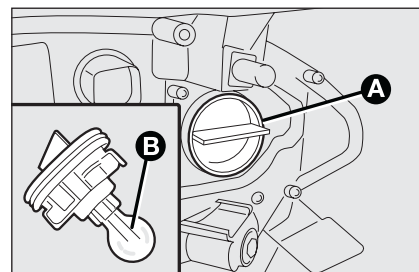

fig. 26
- ☐ extraiga la lámpara **B-fig. 26** y sustitúyala;